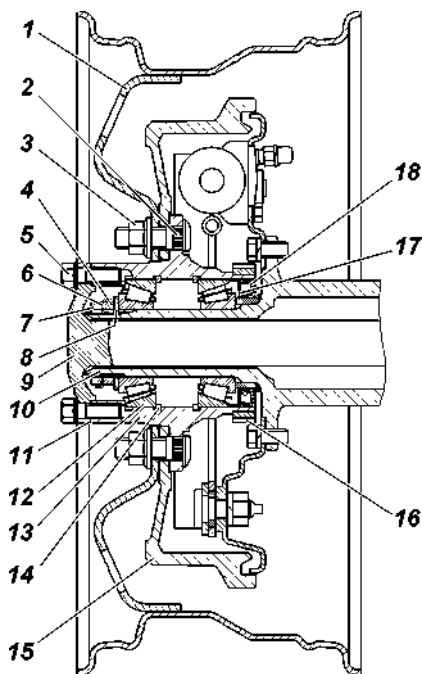

Рис. 9.19. Ступица заднего колеса:
2. Снимите колпак колеса. Демонтируйте полуось 9 (рис. 9.19) заднего моста или фланец ведущий ступицы переднего моста или крышку ступицы передней оси.